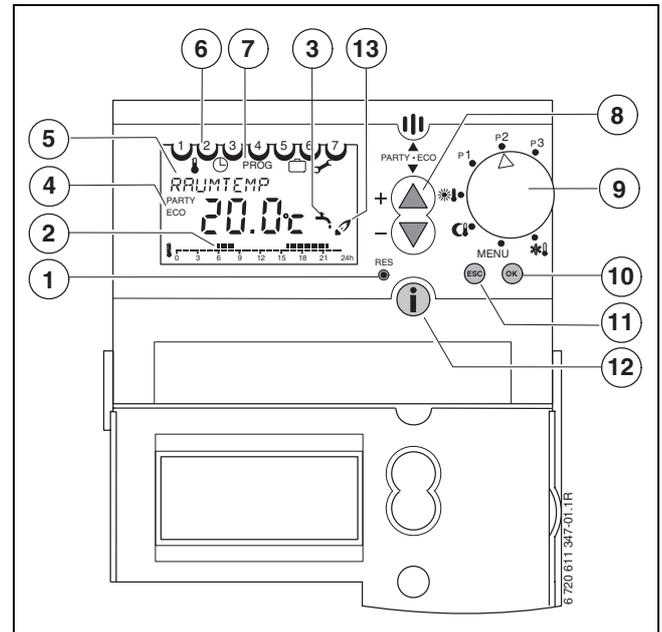

Fig. 31 Schema degli elementi di comando
- ▶ Posizionare il selettore impostazioni su **MENU** (vedi Fig. 31).